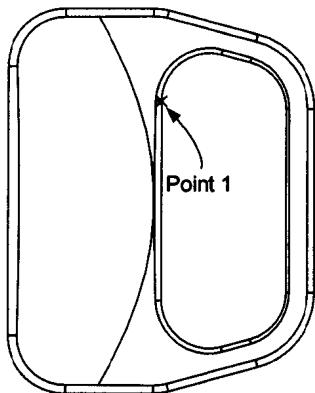

图 1.18
- [此时，在如图 1.18 中出现“x”记号，代表用户可在该点指定圆角半径值]